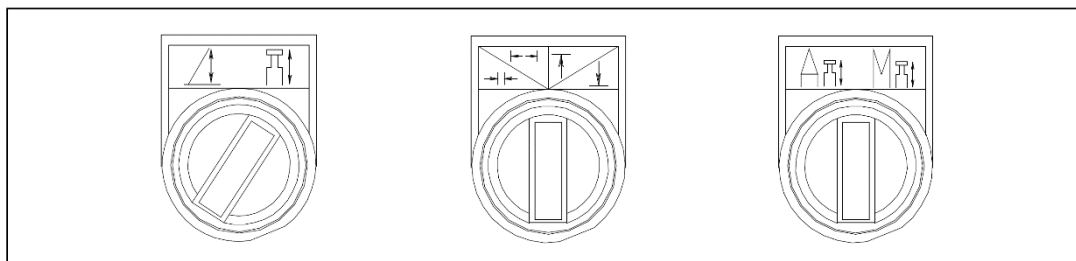

Figura 4-53
Depois que o status atual da lança for confirmado, o sistema mudará para a Figura 4-53.
– Coloque a chave C na Figura 4-53 na posição esquerda. A lança telescópica começa o movimento de telescopiação automática.